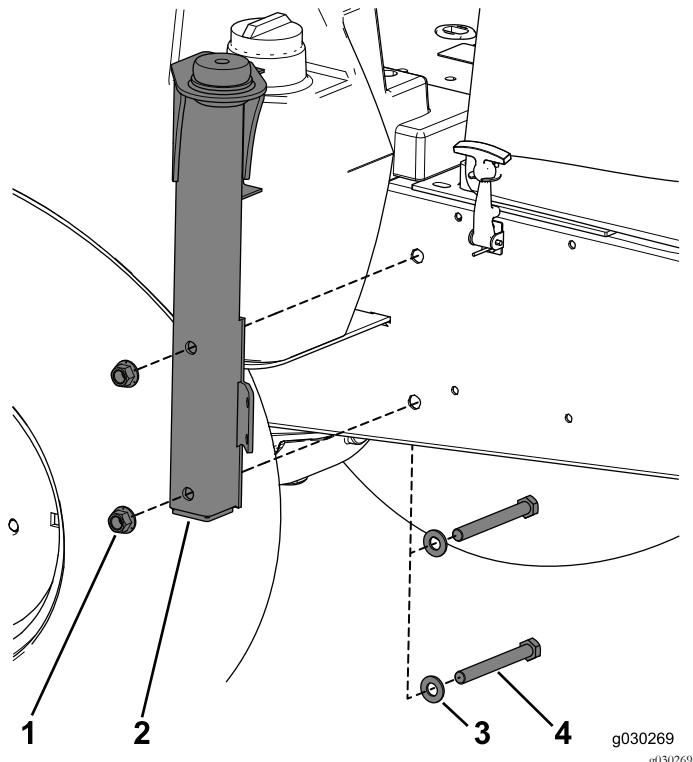

Figure 15
- Fixez le support gauche sur la machine à l'aide de 2 boulons ($\frac{1}{2}$ x 4½ po), 2 petites rondelles et 2 contre-écrous (Figure 15).